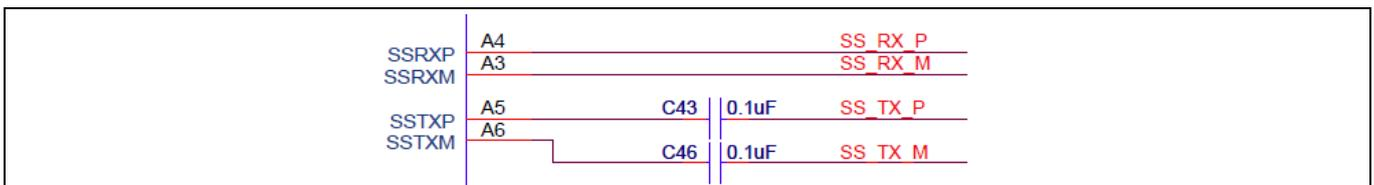

Figure 15 SuperSpeed TX 线的去耦电容
- USB 3.0 走线需要在 SS\_TX 信号线上有另一个交流耦合电容 (0.1  $\mu$ F)。这些电容需要对称放置，并与 EZ-USB™ FX3 器件接近。请参考 Figure 15。